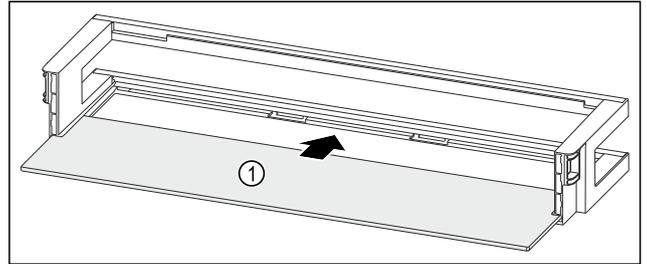

Fig. 112 Türabsteller mit Abstellfläche
- ▶ Abstellfläche Fig. 112 (1) in die seitlichen Einsparungen einschieben.